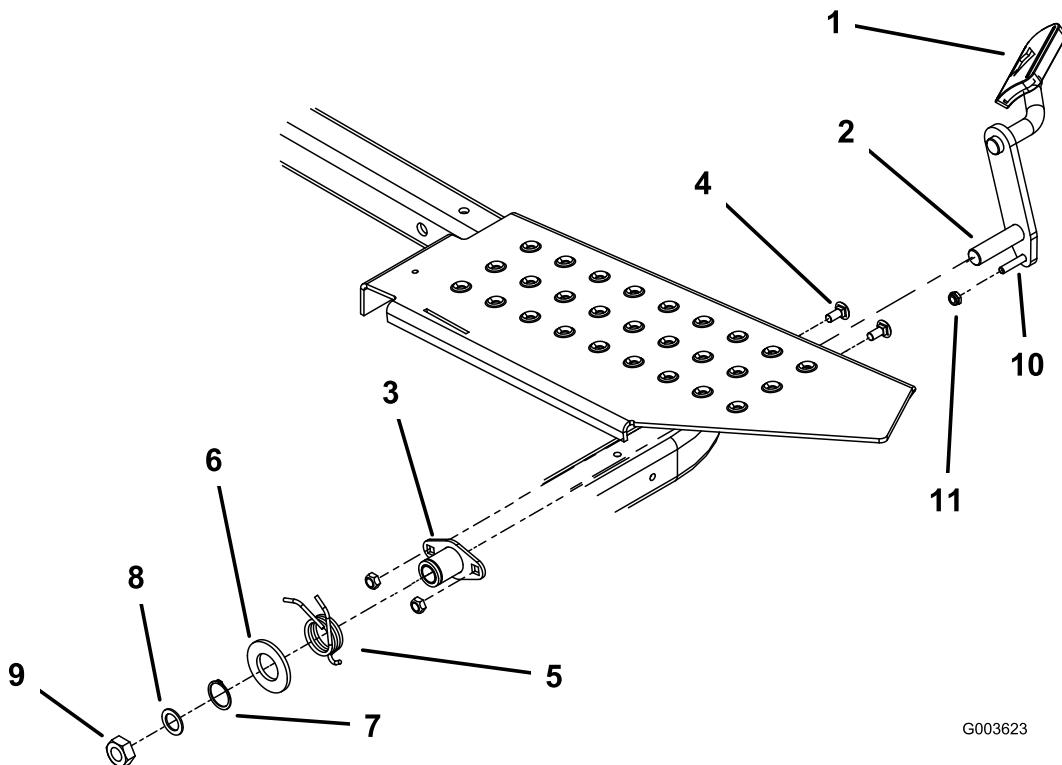

Figura 3
1. Installate la piastra della boccola all'interno della pedana sinistra con 2 bulloni a testa tonda (5/16 x 3/4 poll.) e dadi di bloccaggio (5/16 poll.) come illustrato in Figura 3.
2. Inserite il prigioniero grande del pedale di bloccaggio attraverso il foro nella pedana sinistra e la piastra della boccola (Figura 3).
3. Fate scorrere la molla di torsione sulla piastra della boccola, agganciando al tempo stesso le estremità della molla sul pianale e sul prigioniero del pedale di bloccaggio piccolo (Figura 3).
- Nota:** Collocate la molla sulla piastra della boccola come illustrato in Figura 3.
4. Fissate la molla di torsione sul prigioniero piccolo con un dado di bloccaggio (1/4 poll.); fate riferimento alla Figura 3.
5. Fissate la piastra di torsione sulla piastra della boccola con una rondella piana (1,063 x 2 poll.) e un anello di ritenuta (Figura 3).
6. Fissate il pedale di bloccaggio sulla pedana e sulla piastra della boccola con una rondella piana (21/32 x 1 poll.) e un dado di bloccaggio (5/8 poll.); fate riferimento alla Figura 3.